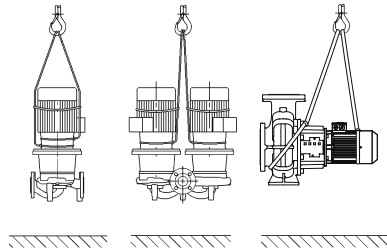

Fig. 6: Transport van de pomp
- De transportogen aan de motor zijn hierbij alleen bestemd voor de geleiding bij het optillen van de last (Fig. 6).